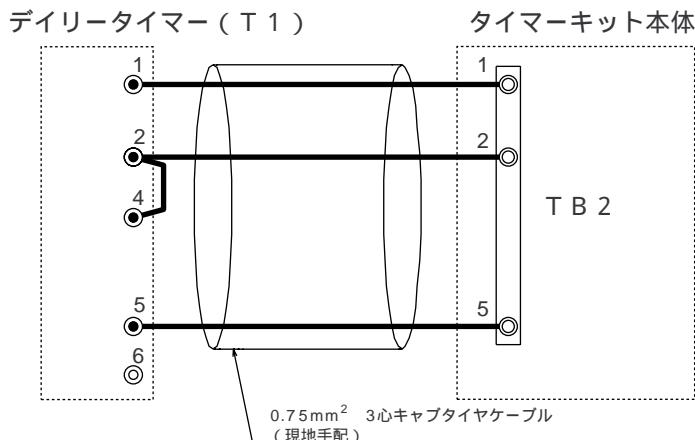

図7 配線接続図
- (1) デイリータイマー（T1）～タイマーキット本体 間の配線は現地手配となります。0.75mm²×3心 キャブタイヤケーブル（VCT）を使用してください。
- (2) 図7の様にデイリータイマー（T1）の1, 2, 5番端子と、タイマーキット本体 のTB2の1, 2, 5番端子間を接続してください。また手順2-3で取外した配線（白色）にて、デイリータイマーの2番端子～4番端子間を接続してください。